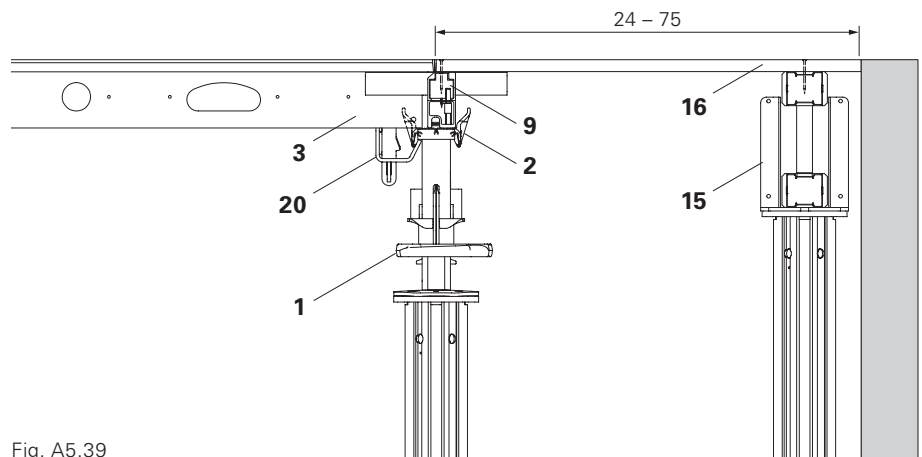

Fig. A5.39
1. Agganciare l'elemento SDP (3) alla trave longitudinale (2).
2. Inserire l'orditura di adattamento SRT-2 (9) nella trave longitudinale.
3. Disporre un puntello supplementare con testa a croce (15) e trave per casseforme.
4. Posare il pannello di rivestimento (16) e inchiodare. (Fig. A5.39 + A5.40)